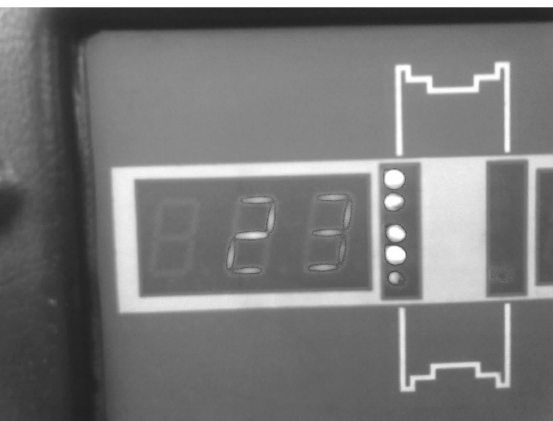

图 3.10-19 左侧指示灯全部亮起
(18) 用手慢慢旋转车轮，当动平衡机右侧所有指示灯亮起（见图 3.10-19），停止转动车轮。根据动平衡机显示的动不平衡量，在轮辋内侧的上部（十二点钟位置）的边缘加装平衡块。